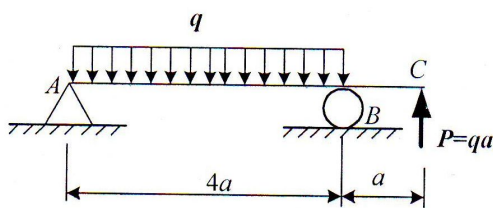

图 1-1
1. 图 1-1 所示为一外伸梁受力图, 其 A 端的支座反力  $F_A =$  \_\_\_\_\_, 梁中最大弯矩  $M_{\max} =$  \_\_\_\_\_。